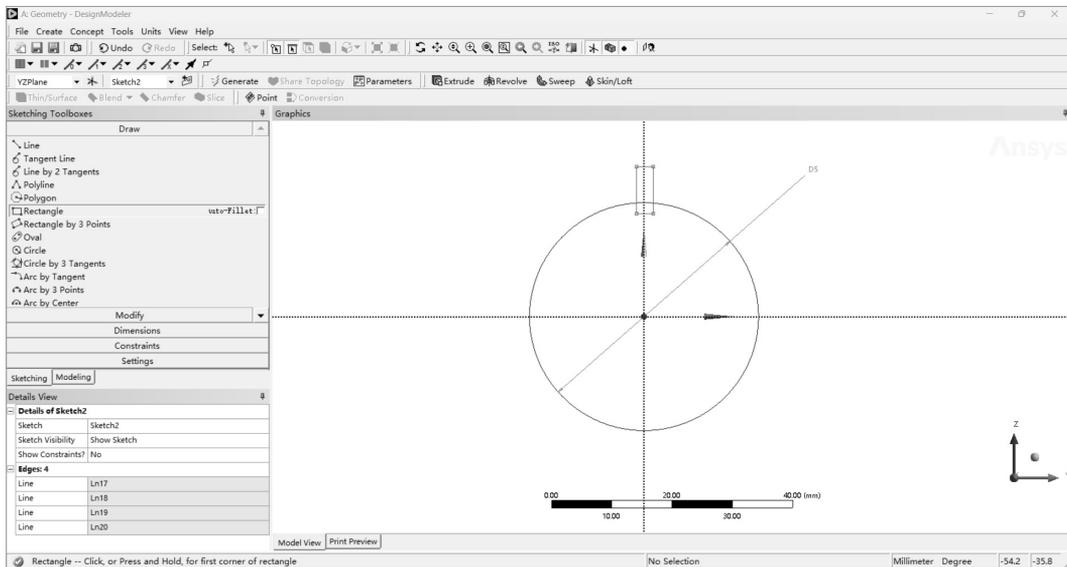

图 2-35 绘制草图 2
(9) 在细节展示区内选择 Sketching 选项卡, 进入 Sketching Toolboxes 窗口, 单击 Draw (画图) 中的 Rectangle (矩形) 选项, 在图形工作区圆边框附近单击两处不同的地方, 生成一个矩形, 如图 2-35 所示。